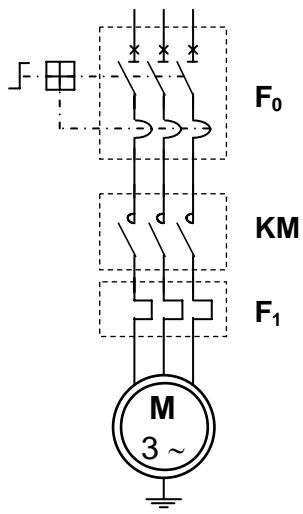

Figure 1
4. La figure 1 page 5 représente le dispositif de commande et de protection du moteur asynchrone.